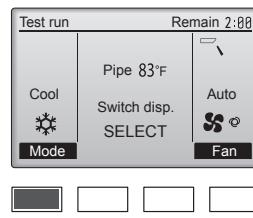

Fig. 6-5
- ① Appuyez sur le bouton [F1] pour changer de mode de fonctionnement dans l'ordre "Cool" (Froid) et "Heat" (Chaud). (Fig. 6-5)